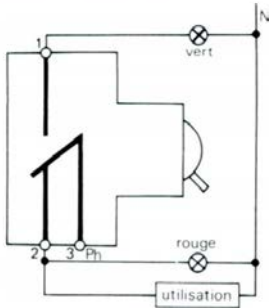

fig. 5 - commutateur à 2 positions.
- commutateur à deux positions. Raccordement, voir fig. 5.